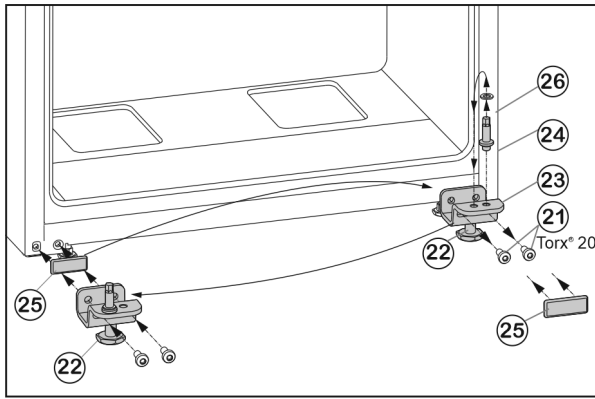

Fig. 7
- ▶ Открутите крепежные винты Fig. 7 (21).
- ▶ Снимите нижний опорный кронштейн Fig. 7 (23) вместе с опорным пальцем Fig. 7 (24), шайбой Fig. 7 (26) и регулируемой опорой Fig. 7 (22).
- ▶ Открутите опорный палец Fig. 7 (24) вместе с шайбой Fig. 7 (26) и, переставив в отверстие на противоположной стороне опорного кронштейна, снова прикрутите.
- ▶ Аккуратно снимите защитную пластину Fig. 7 (25) и переставьте ее на противоположную сторону.
- ▶ Прикрутите нижний опорный кронштейн Fig. 7 (23) вместе с опорным пальцем Fig. 7 (24), шайбой Fig. 7 (26) и регулируемой опорой Fig. 7 (22) с другой стороны шарнира (с моментом 4 Нм), при необходимости используйте аккумуляторный шуруповерт.
- ▶ Установите нижнюю дверцу сверху на опорный палец Fig. 7 (24).
- ▶ Выверните регулируемую опору Fig. 7 (22) на нижнем опорном кронштейне Fig. 7 (23) до ее соприкосновения с полом.